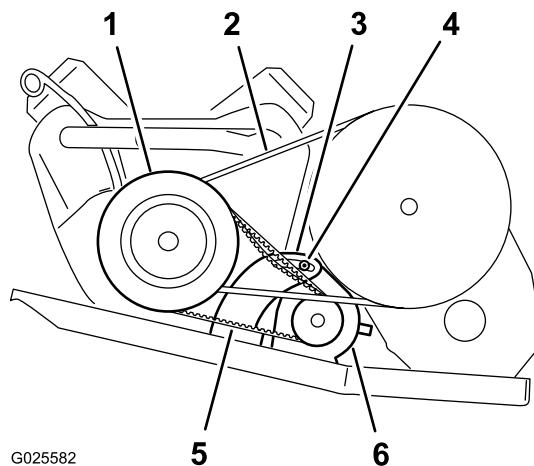

Figure 64
2. Desserrez l'écrou de pivot du démarreur-alternateur (Figure 64).
4. Appuyez sur le levier pour faire tourner le démarreur vers le bas dans la fente jusqu'à ce que la tension de la courroie produise une flèche de seulement 6 mm quand une force de 44 N est appliquée (Figure 64).
5. Serrez l'écrou de pivot à la main et enlevez le levier (Figure 64).